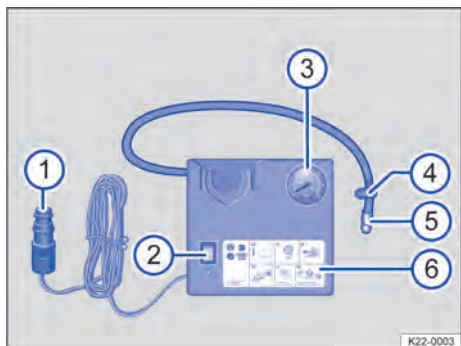

Fig. 201 Representação esquemática: compressor de ar do kit de reparo dos pneus.
1. Rosquear a mangueira de enchimento dos pneus → Fig. 201 ⑤ do compressor de ar com firmeza na válvula do pneu.
2. Certificar-se de que o parafuso de sangria de ar → Fig. 201 ④ esteja fechado.
4. Conectar o conector do cabo de 12 V → Fig. 201 ① numa tomada 12 V no veículo → Página 183.
5. Ligar o compressor de ar com o interruptor LIG/DESL → Fig. 201 ②.
2. Reconectar a mangueira de enchimento dos pneus → Fig. 201 ⑤ e ler a pressão dos pneus no indicador da pressão dos pneus → Fig. 201 ③.